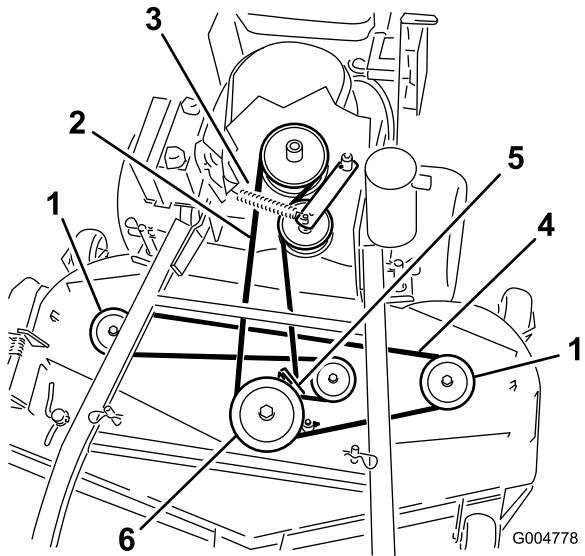
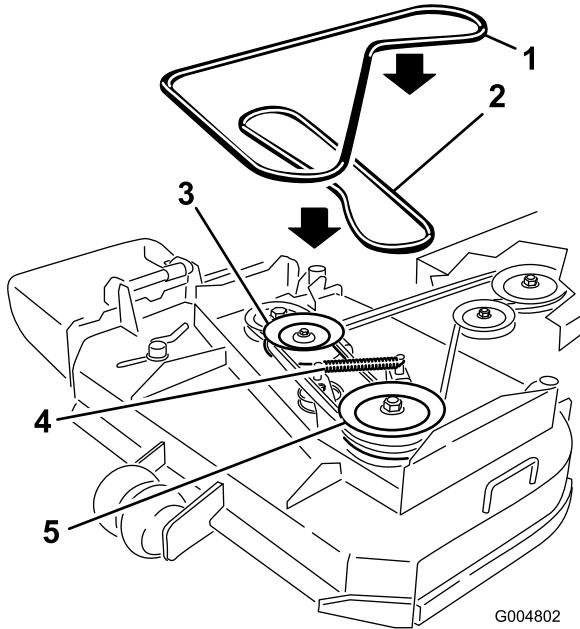

Figura 48
Figura 49
6. Desconecte el muelle del brazo de la polea tensora para aliviar la tensión de dicho brazo y de la polea tensora; retire la correa del cortacésped desgastada (Figura 48 o Figura 49).
7. Instale la nueva correa del cortacésped alrededor de las dos poleas exteriores de los ejes, la polea tensora y en la ranura inferior de la polea doble de los ejes (Figura 48 o Figura 49).
8. Conecte el muelle del brazo de la polea tensora (Figura 48 o Figura 49).
10. Ajuste la guía 3 mm (1/8 pulg) de la correa (Figura 48 o Figura 49).